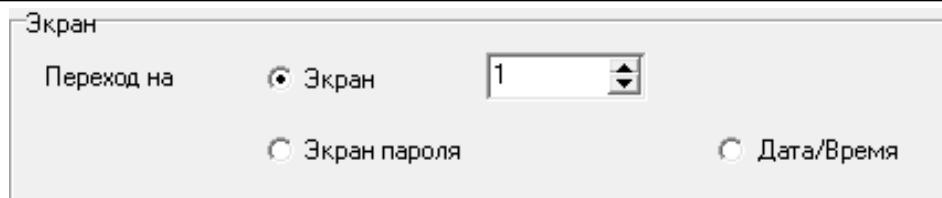

Рисунок 4.10 – Параметры переключения экрана
11. При выборе позиции «Переход» кнопка будет предназначена для переключения экранов; активируется группа полей «Экран», в которой следует задать параметры того экрана, в который будет произведено переключение по нажатию редактируемой кнопки (см. рисунок 4.10).